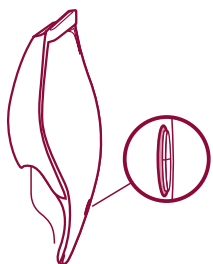

Fig. 6
- Als het apparaat correct geplaatst is, wordt het controlelampje naast de drukknoppen rood. (fig. 6)